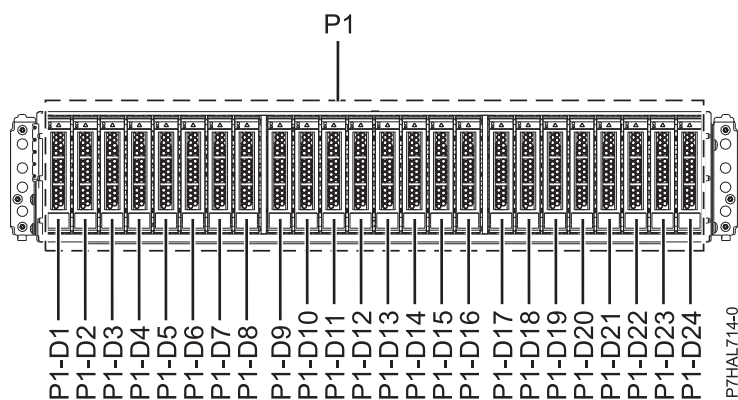
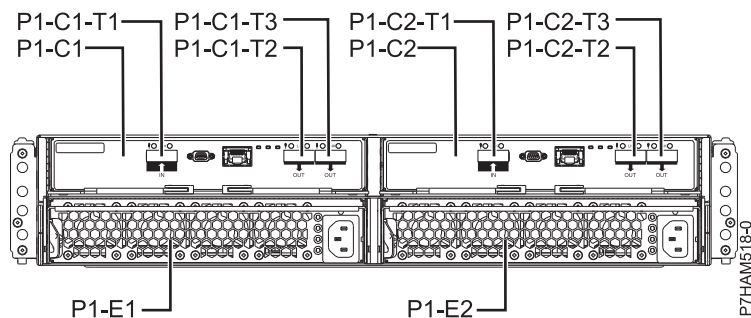

Figura 45. Vista frontal del model allotjament d'unitats de disc 5887 que mostra les ubicacions de les unitats de disc
Figura 46. Vista posterior de l'allotjament d'unitats de disc 5887
1. Identifiqueu la peça i l'allotjament amb què voleu treballar. Les ranures de les unitats de disc i SSD es troben a la part frontal de l'allotjament. A la Figura 45 i a la Figura 46 es mostra la vista frontal i posterior de les ubicacions de les unitats de disc allotjament d'unitats de disc 5887 i al model allotjament d'unitats de disc 5887.